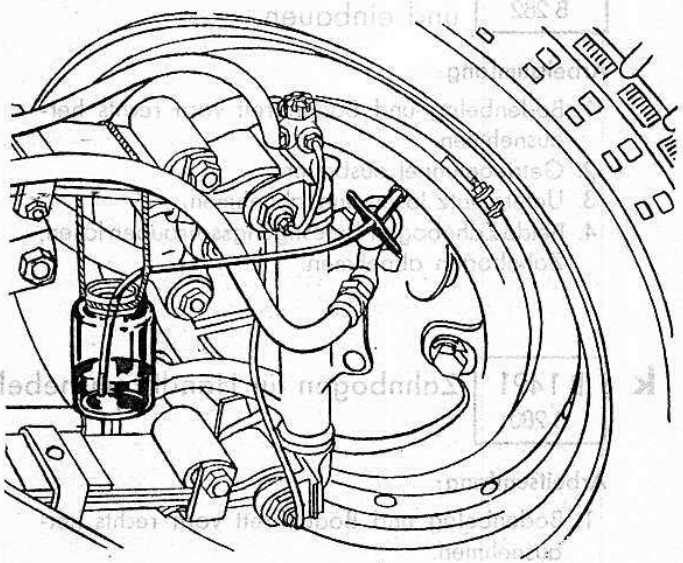

Bild 204
- Entlüftungsschlauch mit Nippel A 4718/19 (127)
4. Entlüftungsschlauch in Glasflasche hängen. In dieser muß etwas Bremsflüssigkeit vorhanden sein, so daß der Schlauch unter Flüssigkeitspiegel mündet (Bild 204).